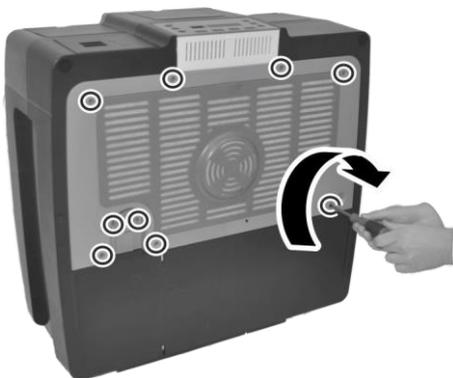

Abb. 39: Rückseite schließen
9. ► Gehäuserückwand schließen und Schrauben festziehen (Abb. 39).